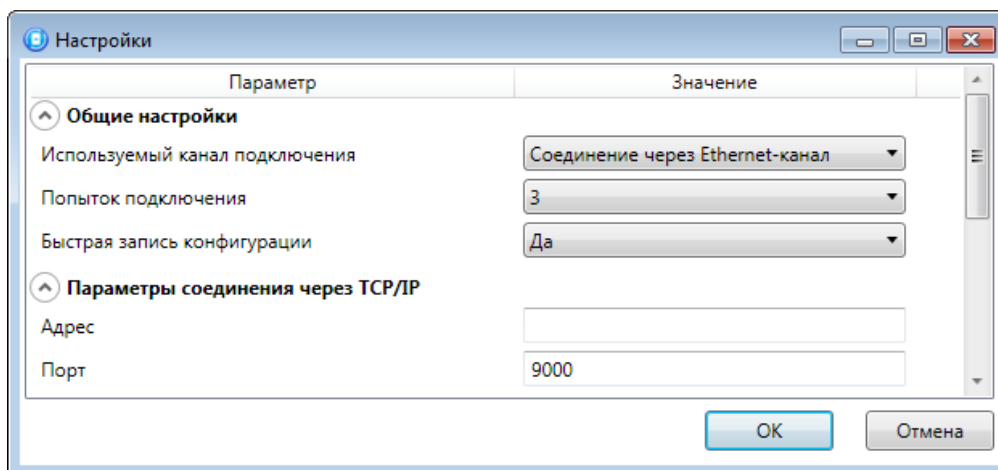

Рис. 4.8. Параметры подключения по каналу Ethernet / Wi-Fi
- 1) Щелкните левой кнопкой мыши по меню *Настройки* в основном окне программы *Конфигуратор Профессионал*, в результате чего откроется окно *Настройки* (Рис. 4.8).